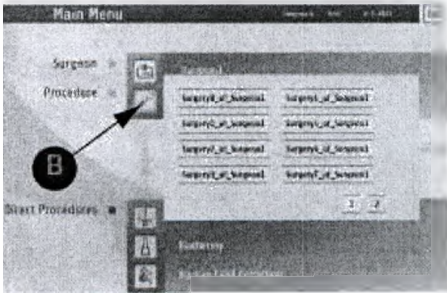

Рис. 45: Всплывающее окно «Процедура»
1. Нажмите на кнопку PROCEDURE (ПРОЦЕДУРА) [B]; появляется всплывающее окно (рис. 45).